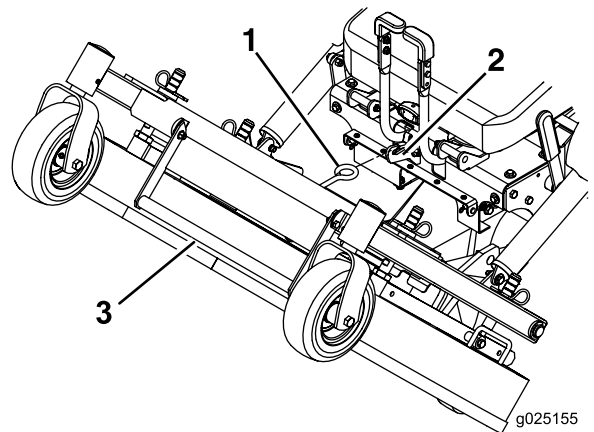

Figure 9
4. À l'aide de la poignée de levage, soulevez le plateau et verrouillez-le en position levée (le verrou se trouve à l'avant, au centre du siège), comme montré à la Figure 9.
1. Tenez fermement la poignée de verrouillage du plateau, décrochez le verrou de la machine et abaissez doucement le plateau de coupe au sol (Figure 9).